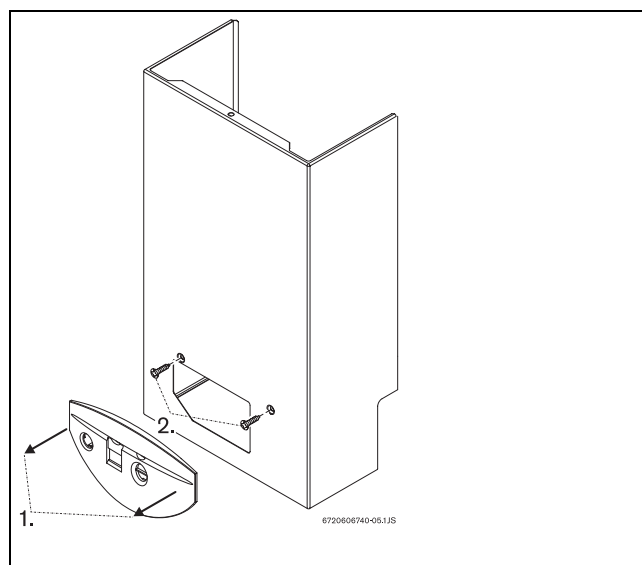

Fig. 17 Retirada de la parte frontal
- ▶ Retire el panel de mandos del aparato. Para ello, basta con empujarlo ligeramente hacia sí mismo (→Fig. 17, pos. 1).
- ▶ Afloje los dos tornillos (→Fig. 17, pos. 2).